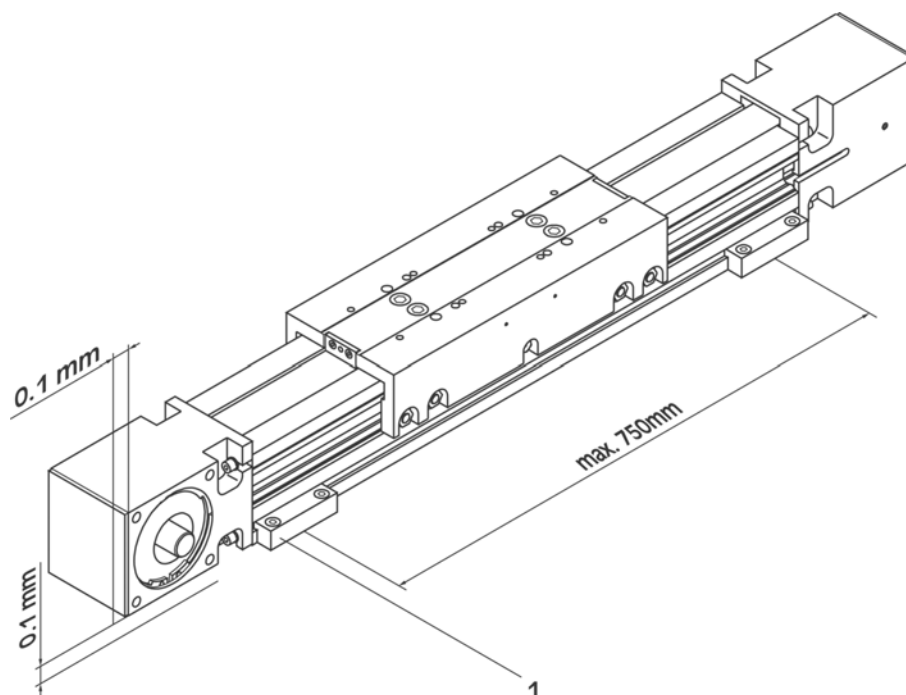

Fig. 4: Montaggio WIESEL SPEEDLine®
1. **Fig. 4:** Allentare la rispettiva staffa di fissaggio.